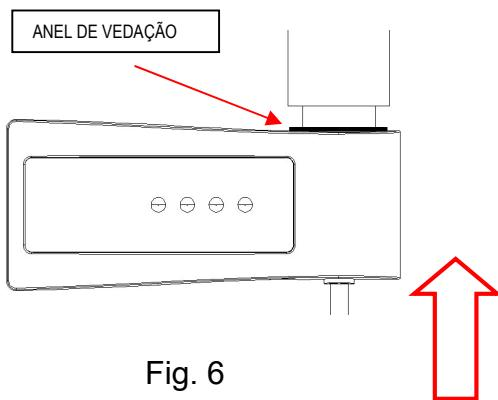

Fig. 6
4. Coloque o controlador na conexão no aquecimento elétrico (fig. 6) e pressione-o até que esteja totalmente inserido e o anel de vedação fornecido esteja completamente comprimido.
Certifique-se de que o anel de vedação fornecido esteja totalmente pressionado durante o funcionamento (fig. 6).